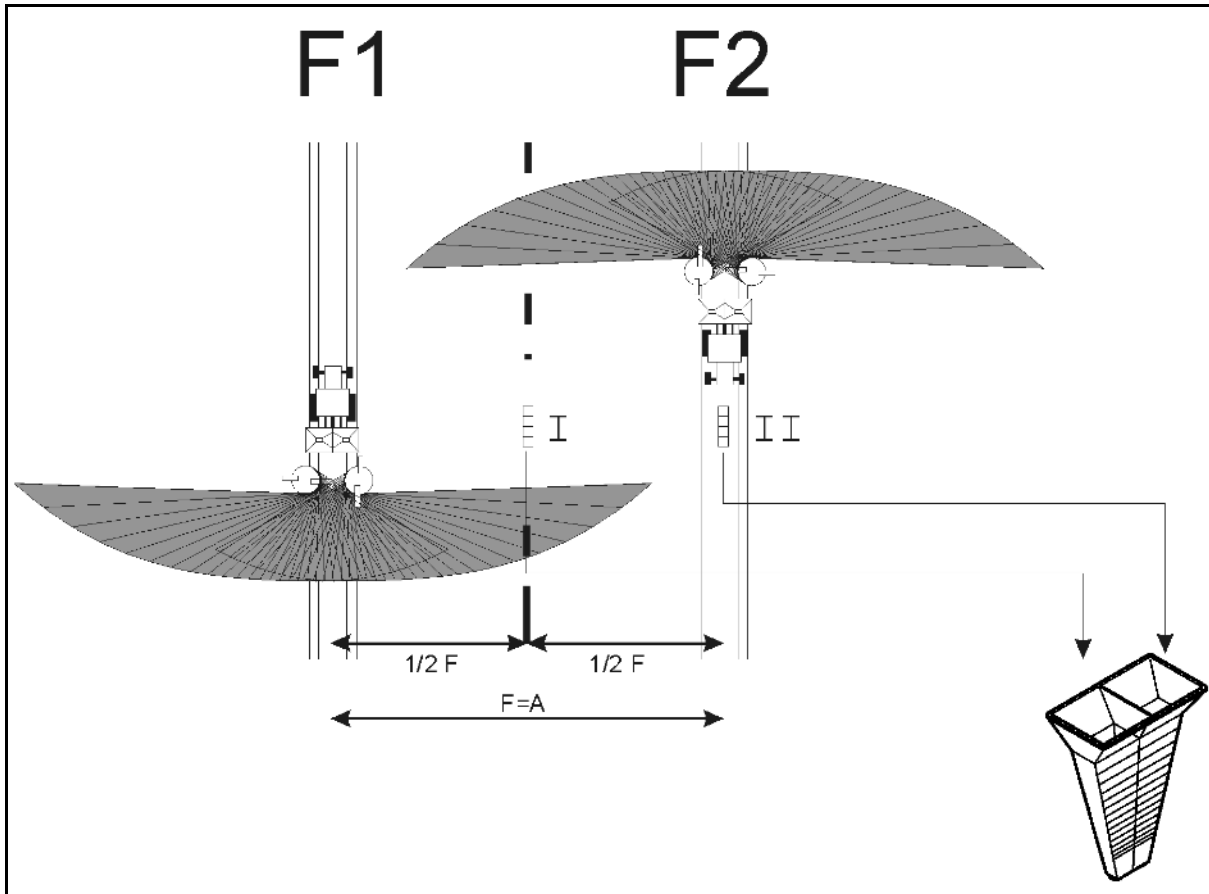
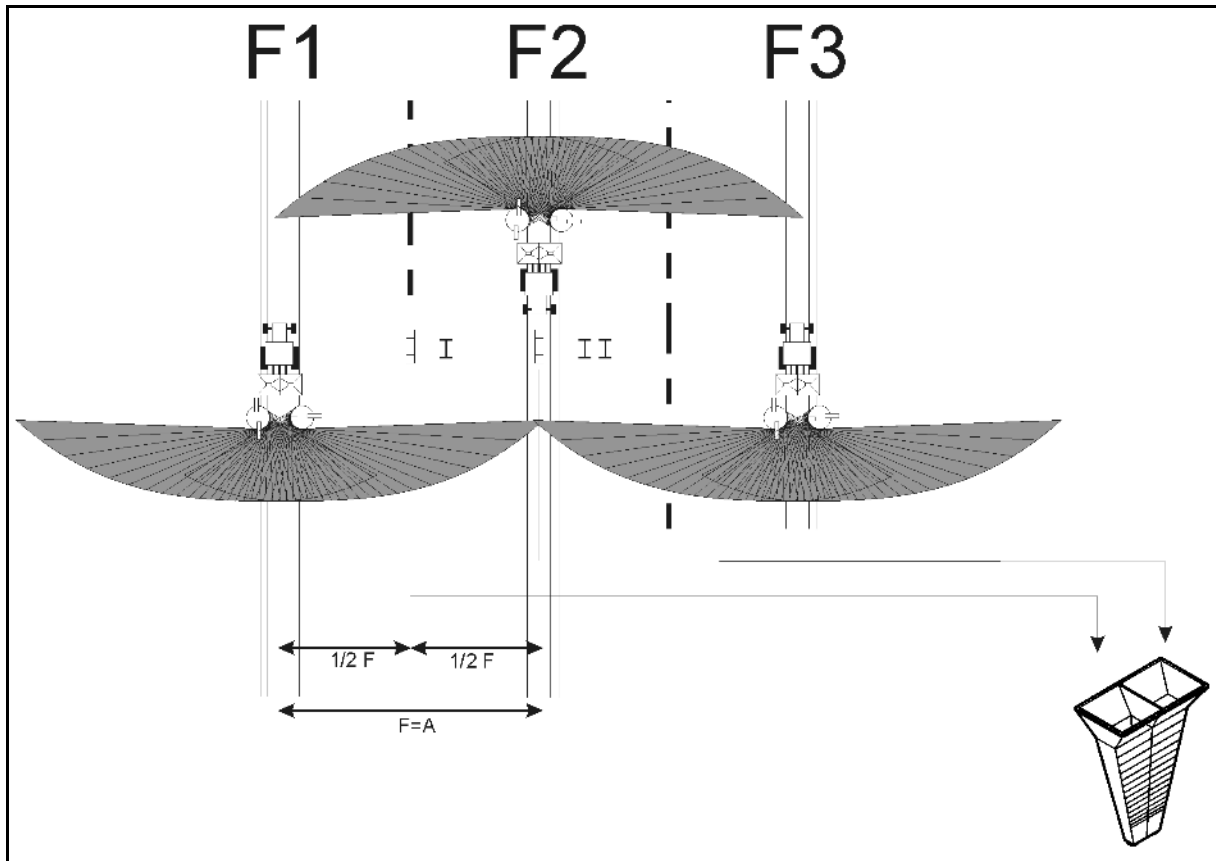

Fig. 1
Fig. 2
Durch die Anordnung von jeweils 4 Auffangschalen hintereinander und parallel in 4 Reihen zueinander ist eine bessere Kontrolle der Dünger-Querverteilung gegeben (Fig. 1). Durch Zusammenschütten der jeweiligen 4 aufgefangenen Düngermengen ergibt sich ein aussagefähiger Mittelwert (Fig. 2).
Auffangschalen wie folgt auf ebener Bodenoberfläche aufstellen (Fig. 1):
- 3.1 Wenn nein, nur noch Fahrgasse **F2** abfahren (Fig. 1)
- 3.2 Wenn ja, Fahrgasse **F2** und **F3** abfahren (Fig. 2).